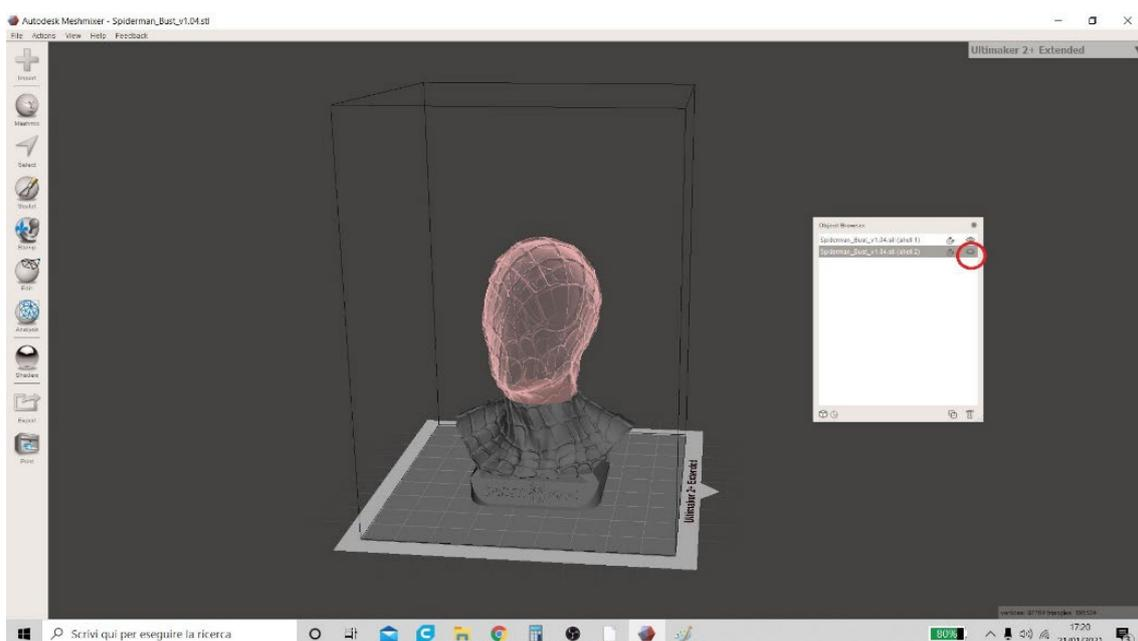
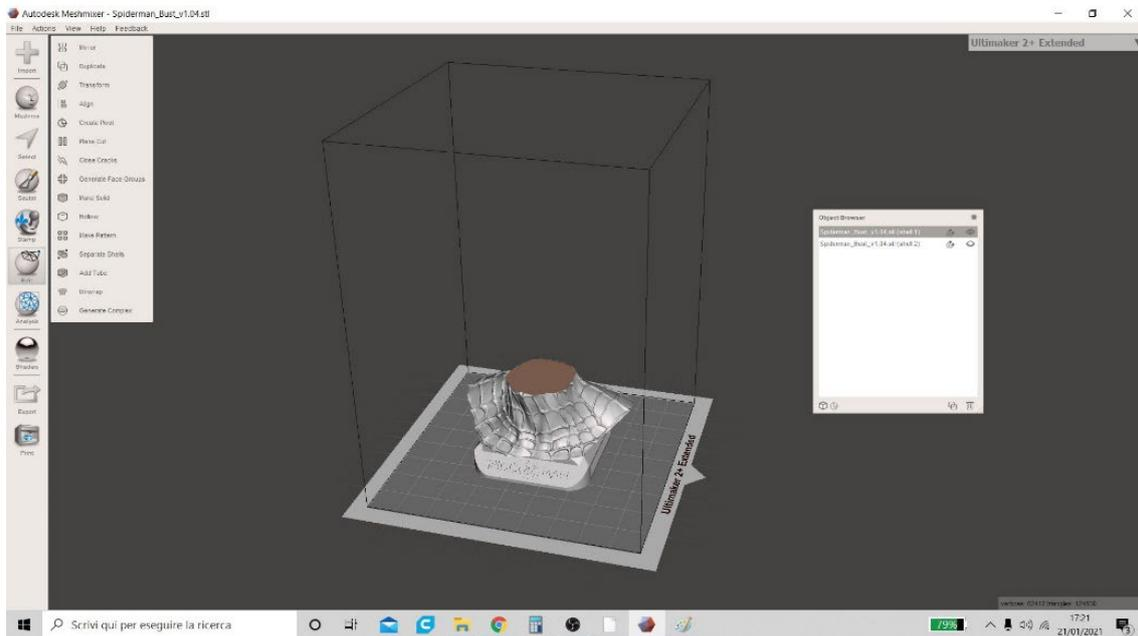
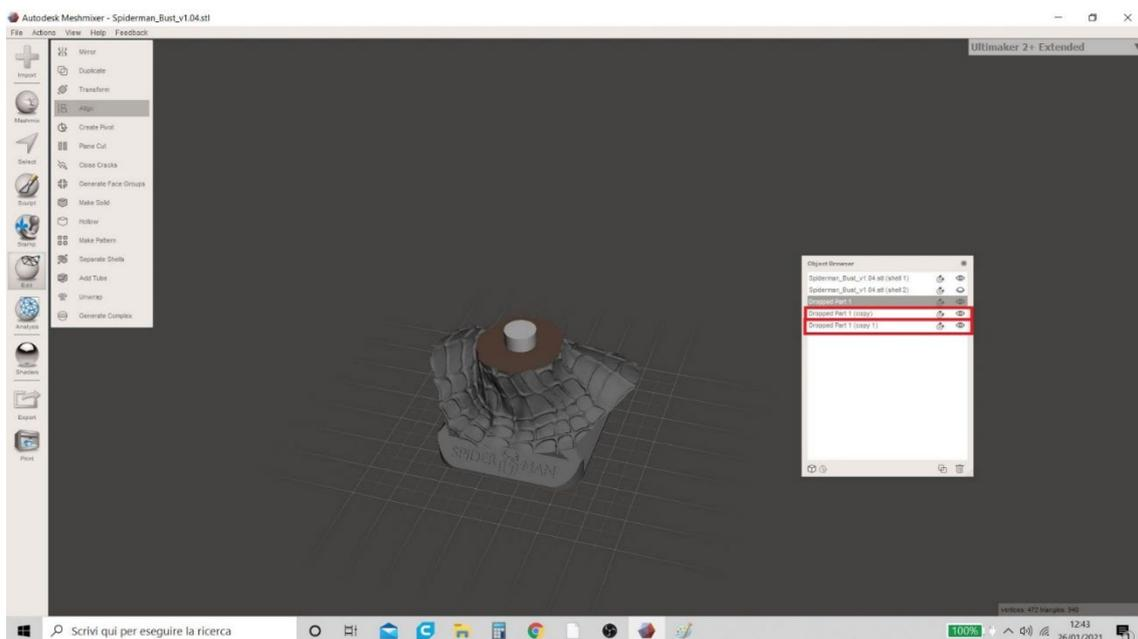

Figura 6 Meshmixer
Figura 7 Meshmixer
Figura 13 Meshmixer
6. Cliccando sull'icona dell'occhio nella tabella a destra dei nomi di entrambi i modelli (come mostrato nella Figura 6 Meshmixer), l'utente può scegliere di nascondere rispettivamente l'una o l'altra parte (Figura 7 Meshmixer) per salvare separatamente i modelli in diversi formati. Per salvare, clicca sul menu "Esporta" in basso a sinistra e poi scegli il formato in cui preferisci salvare (e. g. il "Formato STL ASCII" che è quello che appare di default).
6. Questa operazione genera altri due modelli nella tabella di riepilogo (Figura 6 Meshmixer) denominati "Drop Part I (copy)" e "Drop Part I (copy 1)" che sono le due copie del Pivot necessarie per forare i modelli. Ma è necessario nascondere le due copie appena create (cliccando sull'icona dell'occhio nella tabella come mostrato in Figura 13 Meshmixer) perché saranno necessarie in seguito.